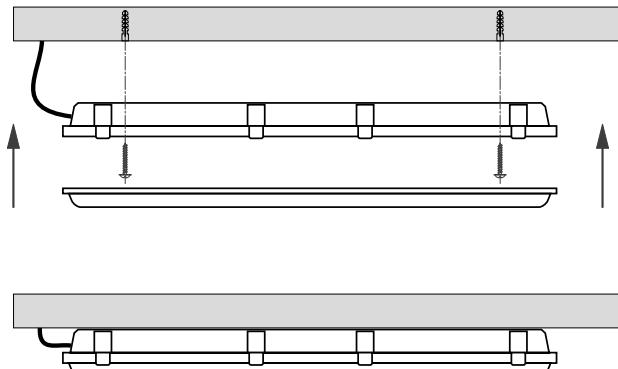

Рис. 3. Установка и подключение светильника накладным способом
- ↗ Для накладного монтажа выберите место установки. Выполните разметку под скобы для светильника и закрепите их дюбель-гвоздями (рис. 3).